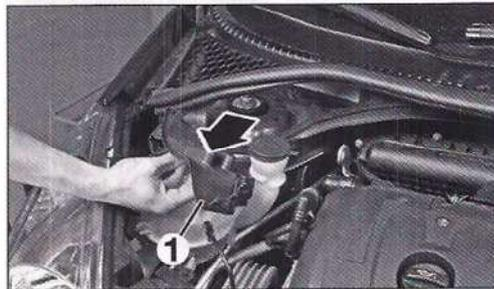

FIG. 1
En el compartimento motor, desmontar la trampilla de acceso (1) (Fig.1).